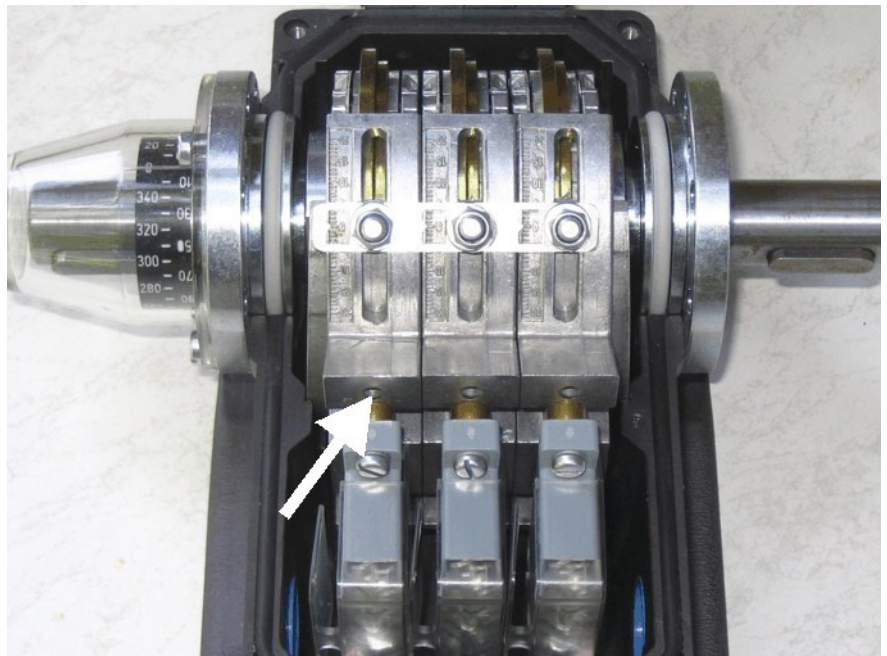

Bild 11: Schaltwerk Typ BSW 816-204-... mit Verstellbügel
2. Einen Stift in die Bohrung am Bügel stecken (siehe Bild 11, weißer Pfeil) und den Bügel verschieben.